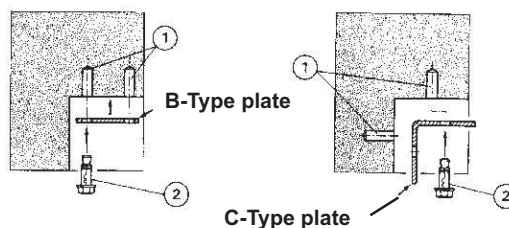

Рис. 17
- Вставьте дюбели (рис. 17, поз. 3) в отверстия и введите туда же с помощью шприца быстро застывающий клей (рис. 15, поз. 4).
- Вкрутите шпильку в дюбель (рис. 17, поз. 5).
- Зафиксируйте одну сторону монтажной пластины на шпильках (рис. 17, поз. 7).
- Вкрутите две оставшиеся шпильки (рис. 17, поз. 8).
Разместите спиртовой уровень (рис.26, поз.4) на поверхности привода (рис.26, поз.5) и отрегулируйте положение привода. Защитите шток, переднее крепление и корпус привода от брызг сварки с помощью чистой ткани (рис.17, поз.2) и приварите кронштейн переднего крепления к створке.